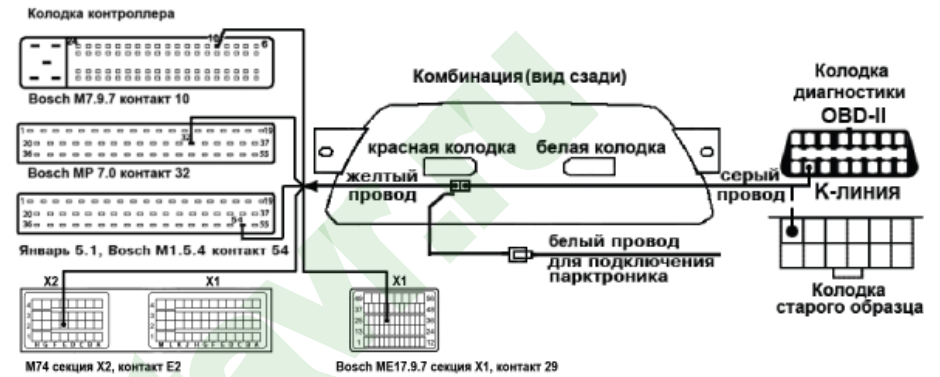

Рис. 4. Схема подключения БК комбинации GF 610 на автомобилях LADA 2110, 2114, 2115 (без колодки подключения маршрутного компьютера)
- 6.6. Если в автомобиле отсутствует колодка для подключения маршрутного компьютера, то необходимо пропустить провод расхода топлива к колодке контроллера ЭСУД (Рис. 4, стр. 6) и подключить его, предварительно обжав соответствующий контакт (контакт в комплект не входит).
- 6.9.1. Подключить провод "К-линии" парктроника GF801 к белому проводу, идущему от ЭКП (Рис. 3, стр. 5 или Рис. 4, стр. 6), а не к "колодке для БК", как это указано в "Руководстве по эксплуатации парктроника GF801". Соединение проводов выполнить клипсой, входящей в комплект парктроника GF801.